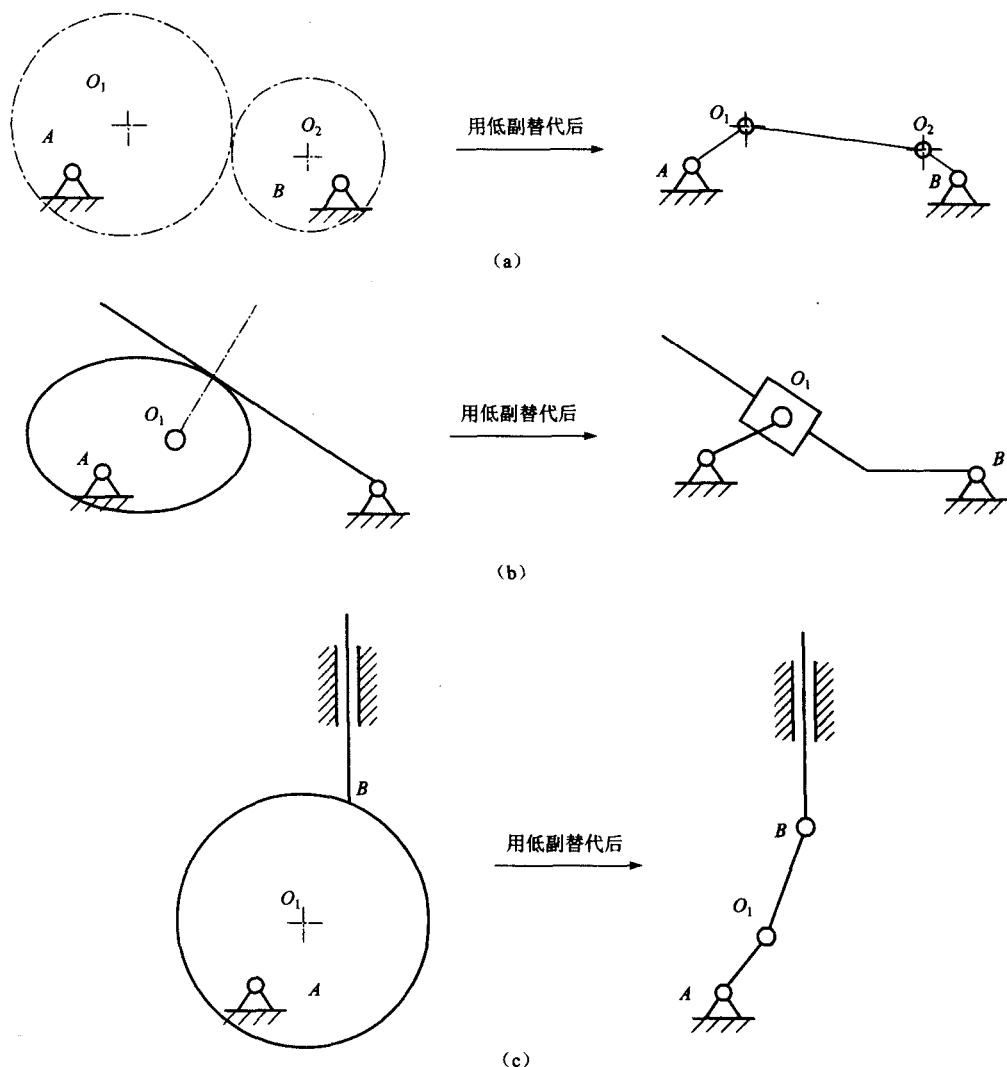

图 2-7 高副低代的常见情况
(1) 高副低代。在含有高副的机构中,将高副虚拟地用低副替代称为高副低代。替代的原则为:① 代换前后机构的自由度不变;② 代换前后机构的运动关系不变。机构中常见的几种高副低代方法如图 2-7 所示。